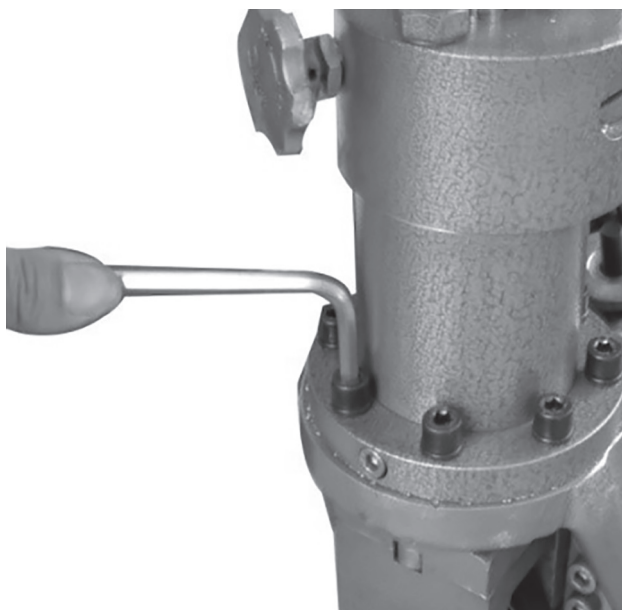

Figura 11
2. Remova os 6 parafusos do corpo da bomba (**Figura 11**);